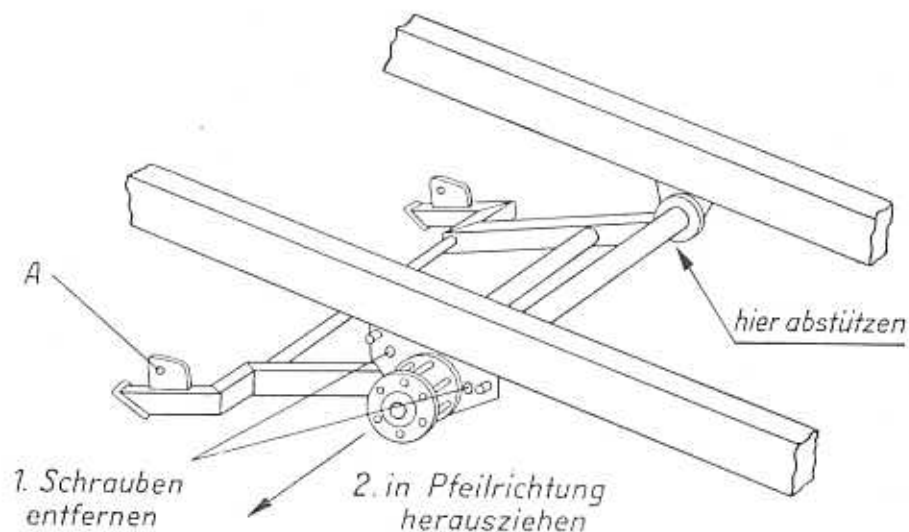

Abb. 14
- g) nach Abb. 14 Rahmen demontieren.